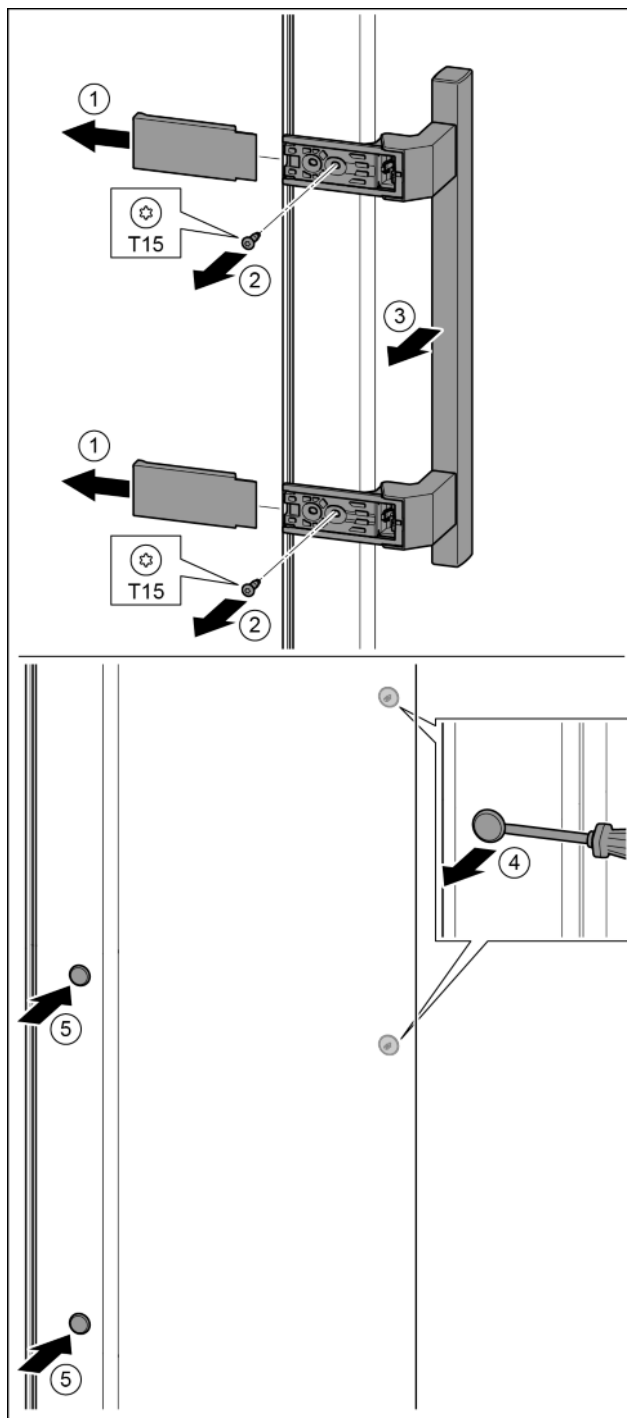

Fig. 20
- ▶ Húzza le a fedelet. Fig. 20 (1)
- ▶ T15 csavarhúzóval tekerje ki a csavarokat. Fig. 20 (2)
- ▶ Vegye le a fogantyút. Fig. 20 (3)
- ▶ Az oldalsó dugókat egy csavarhúzóval óvatosan emelje meg és húzza ki. Fig. 20 (4)
- ▶ A dugókat helyezze be a másik oldalra. Fig. 20 (5)